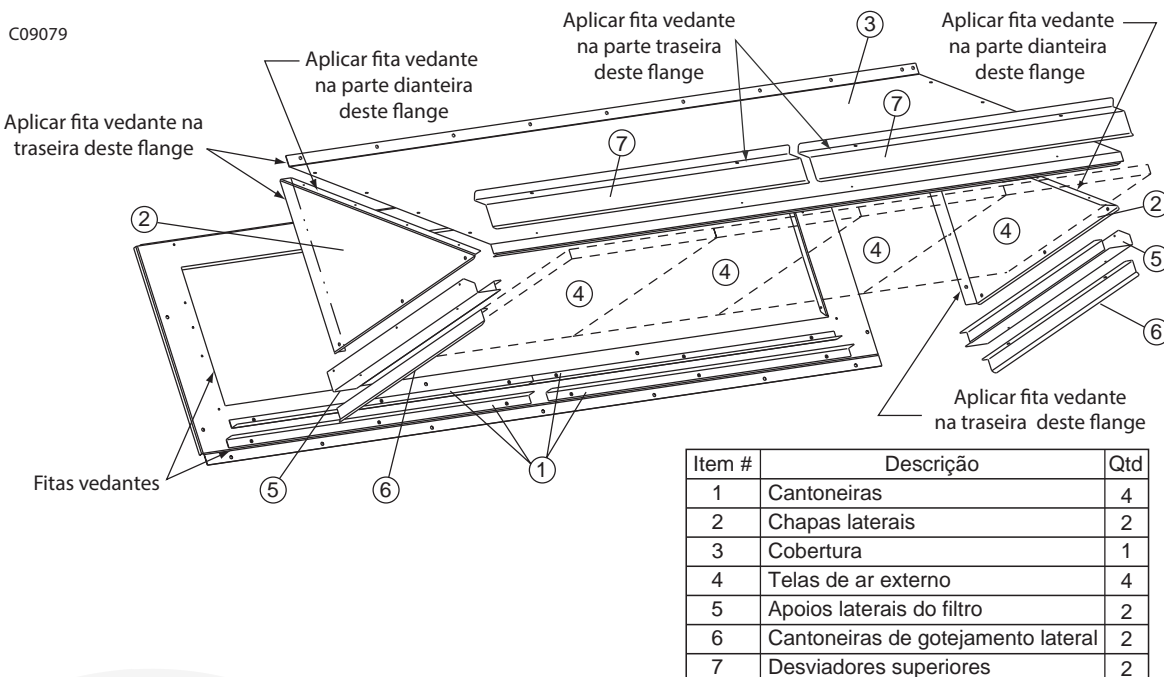

Fig. 11 - Identificação das peças da proteção da tomada de ar externo
Ver Fig. 11 para identificação das peças da proteção da tomada de ar externo.
3. Aplique a fita de vedação nos flanges de acoplamento nos painéis laterais do conjunto (ver Fig. 11);
5. Aplique a fita de vedação no flange do painel lateral que acopla ao painel superior (ver Fig. 11).